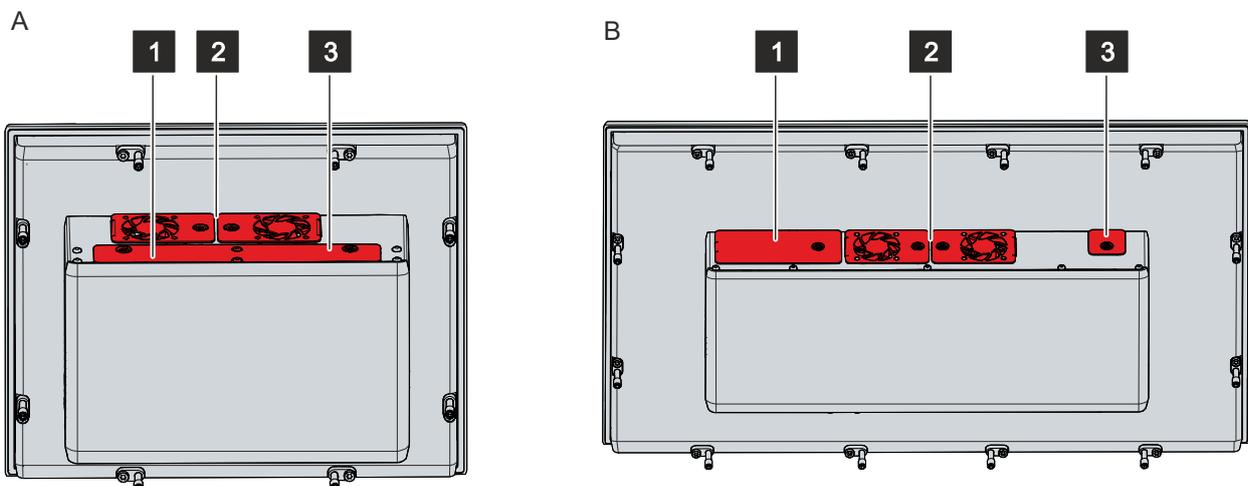

Abb. 26: Zugang Gerätekomponenten
Sie erhalten Zugang zu den Speichermedien (1), den Lüfterkassetten (2) und der Batterie (3) über die Rückseite des Panel-PCs. Die Komponenten befinden sich auf der Oberseite des Anschlussblocks unter Abdeckungen (siehe Abb. 26). In Abhängigkeit der gewählten Displaygröße Ihres Geräts, befinden sich Speichermedien und Batterie entweder gemeinsam unter einer Abdeckung (A) oder unter getrennten Abdeckungen (B). Die Vorgehensweise beim Austausch der Komponenten ist unabhängig von der Anordnung auf dem Gerät die gleiche (siehe kommende Kapitel).